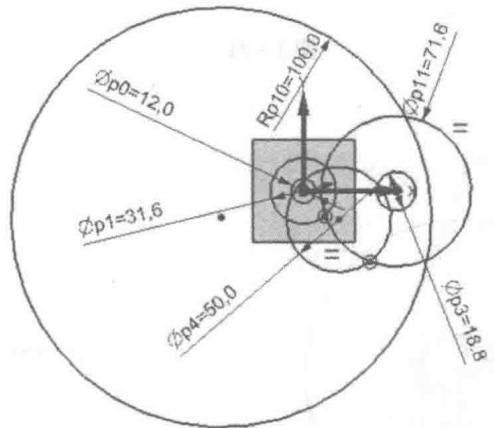

图 1-28
4) 绘制直径为 50 和直径为 200 的圆，如图 1-28 所示。
(5) 标注尺寸